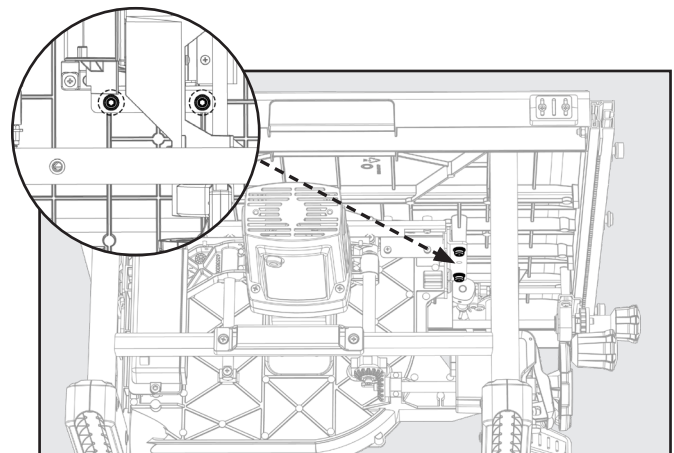

FIGURE 24
3. À l'aide d'une clé hexagonale de 5mm, desserrez les boulons du tourillon avant d'un demi-tour, situés sous le plateau de la table. Voir la Figure 24.